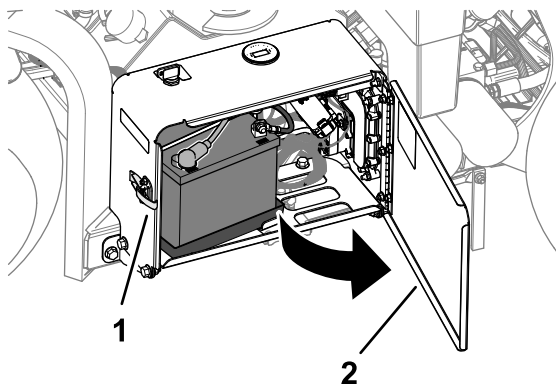

Figura 159
1. Deblocați și deschideți ușa compartimentului bateriei (Figura 159).